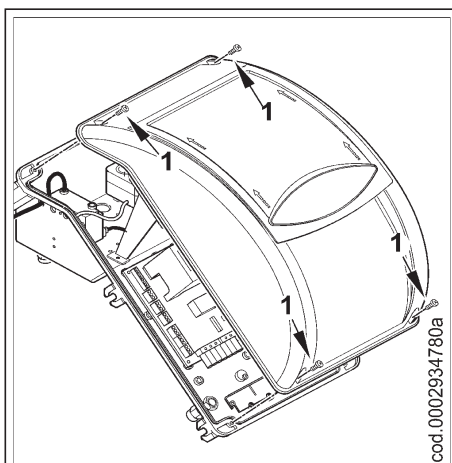

Figura 1
- 1) Quitar la tapa desatornillando los 4 tornillos (1) de la figura 1, sin quitar la portezuela transparente. De este modo es posible acceder al cuadro eléctrico del quemador.